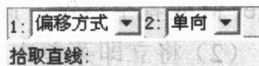

图 2-8 平行线的立即菜单
(6) 单击“绘图工具”工具栏中的“平行线”按钮,按 Alt+1 快捷键设置“1:”为“偏移方式”方式,按 Alt+2 快捷键设置“2:”为“单向”方式,如图 2-8 所示。